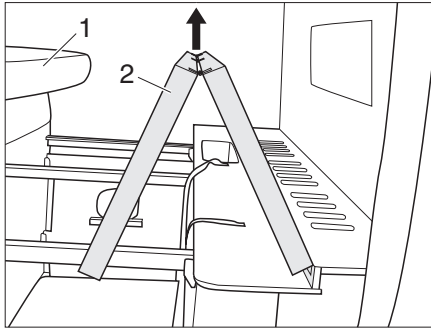

Bild 50 Lattenrost zusammenlegen
- ▶ Matratze (Bild 50,1) auf der linken Seite des Fahrzeugs ablegen.
- ▶ Lattenrost (Bild 50,2) anheben und zusammenlegen.